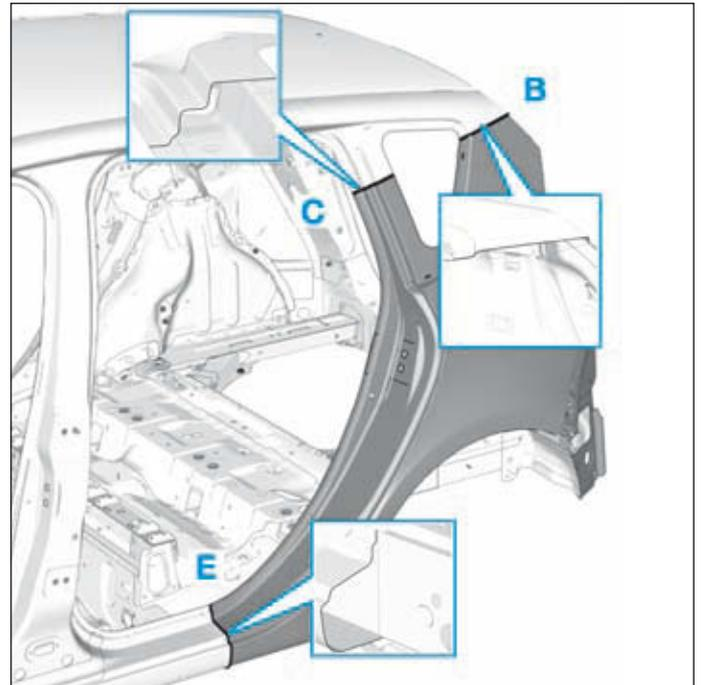

FIG.130
- Respecter les lignes de coupe (B), (C) et (E) (Fig.130).